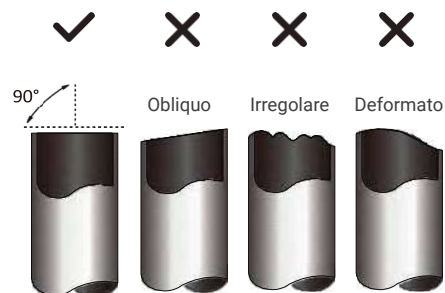

Fig. 5.1
3. Assicurarsi che il tubo sia tagliato perfettamente a 90°. Vedere la **Fig. 5.1** per esempi di tagli errati.